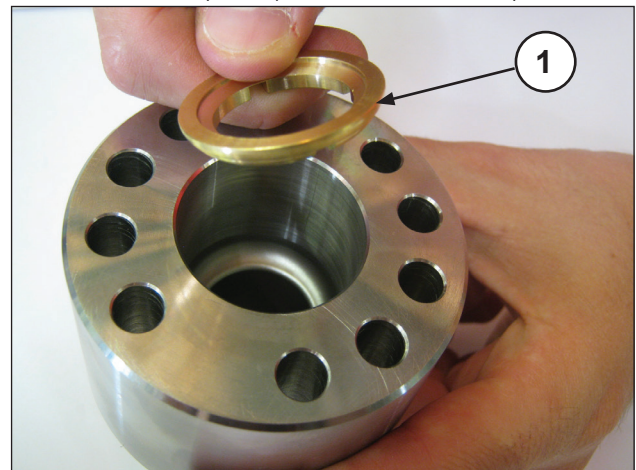
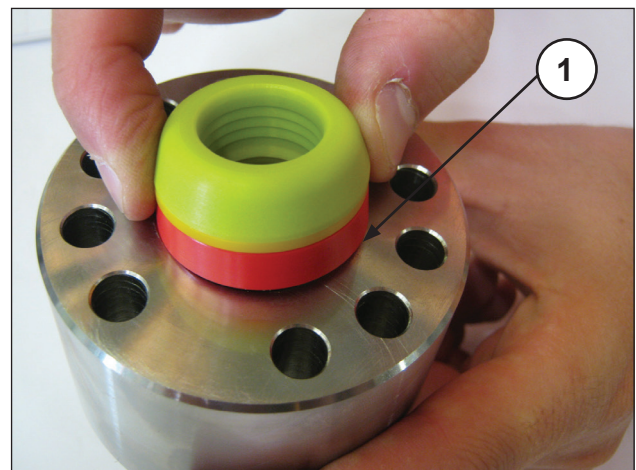
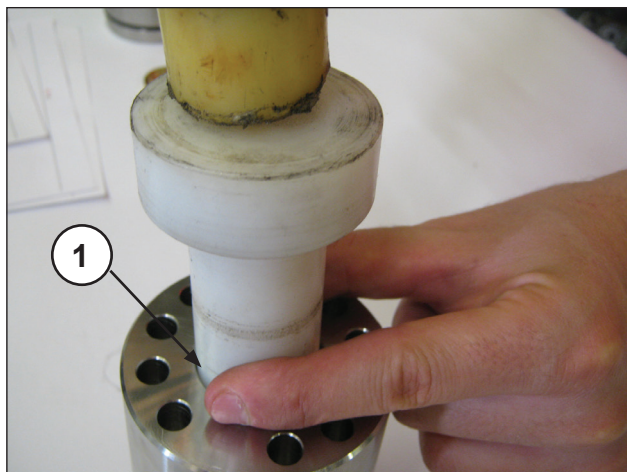

Abb. 120
Abb. 121
Abb. 122
- Führen Sie in den HD-Dichtungshalter die Kopfdichtung (Pos. ①, Abb. 120) und anschließend den HD-Dichtungssatz (Hochdruck) ein; verwenden Sie aufgrund des leichten Übermaßes zwischen Dichtung und HD-Dichtungshalter zur Vermeidung von Schäden den Kunststoffdorn (Pos. ①, Abb. 121 und Abb. 122).
Die HD-Dichtung muss gemäß Abb. 121 und Abb. 123 in den HD-Dichtungshalter eingesetzt werden.